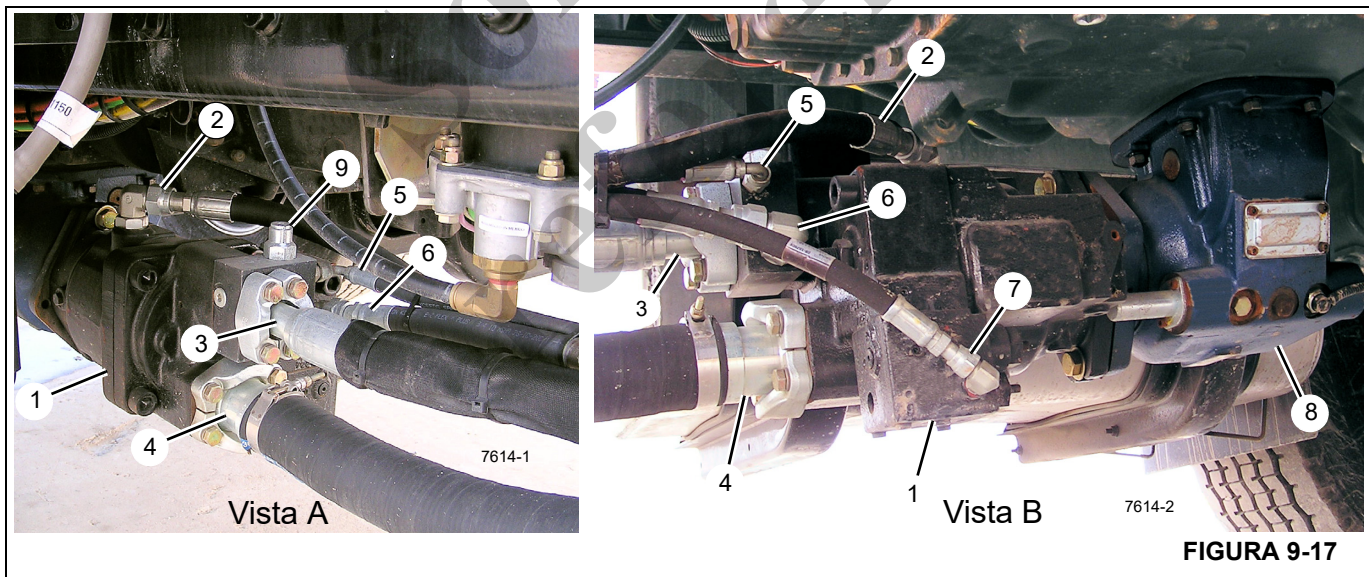

FIGURA 9-17
Vea la Figura 9-17 para los pasos siguientes.
La presión del sistema hidráulico es suministrada por una bomba hidráulica (1, Figura 9-17) que se monta en la toma de fuerza (TDF) (8) del camión.
10. Si se utiliza la configuración que se ilustra en la Figura 9-17, asegúrese de poner la lumbrera de vaciado de la caja (2) en el punto más alto sobre el nivel del suelo.
14. Quite las tapas contra polvo de las lumbreras de entrada y de salida de la bomba hidráulica e instale los adaptadores y líneas hidráulicas, como se ilustra en la Figura 9-17.
NOTA: La Figura 9-17, vista A, muestra el lado izquierdo (del conductor) de la instalación de la bomba hidráulica y la vista B muestra el lado derecho (pasajero) de la instalación de la bomba hidráulica.